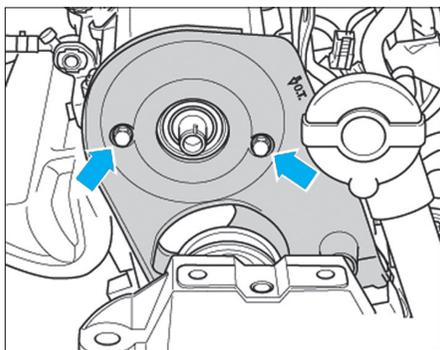

Fig. 61
- Déposer la protection arrière de la courroie de distribution (Fig.61)